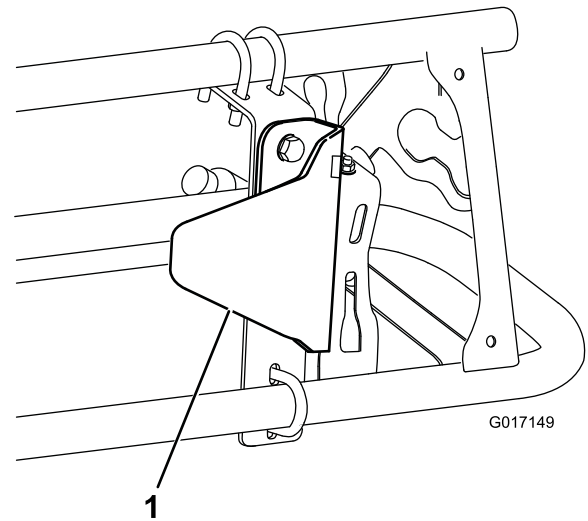

図 7
2. 図 7 のように、取り付けブラケットにセンサーガードブラケットを取り付ける；ボルト（5/16 x 3/4 インチ）（2本）とフランジナット（5/16 インチ）（2個）を使用する。